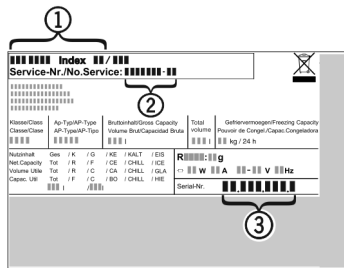

Fig. 15
- ▶ A készülék megnevezését Fig. 15 (1), a szerviz- Fig. 15 (2) és sorozatszámot Fig. 15 (3) a típus-tábláról olvassa le. A típus-tábla a készülék belsejében baloldalon található.
- ▶ Értse meg a vevőszolgálatot a hibáról, és adja meg nekik a készülék megnevezését Fig. 15 (1), a szerviz- Fig. 15 (2) és a sorozatszámot Fig. 15 (3).